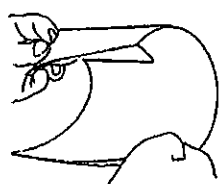

図6-2-1
- ① 折り目(ミシン目)が入っている OUT 側を、山折りに折ります。(図6-2-1)